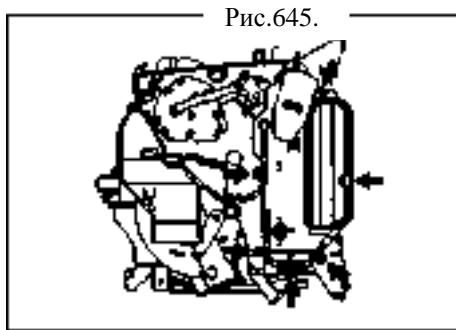

Рис.645.
51. Снимите испаритель (рис.645).